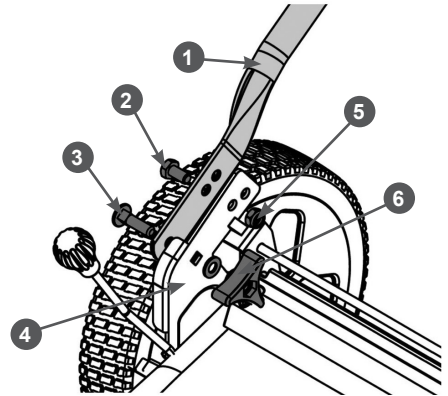

Рис. 3 Установка нижней части рабочей рукоятки
3. Установите нижнюю часть рабочей рукоятки. Совместите отверстия в кронштейне и рукоятках и закрепите нижнюю часть рабочей рукоятки на кронштейне с помощью болтов и гаек, как показано на Рис. 3.
Нижнюю часть рабочей рукоятки можно установить в два положения (выше или ниже). Для этого установите болт 2 в соответствующую пару отверстий в кронштейне 4 и в нижней части рабочей рукоятки 1 (Рис. 3). Окончательную затяжку болтов и гаек выполните после установки верхней части рабочей рукоятки и проверки наиболее удобного положения рабочей рукоятки.